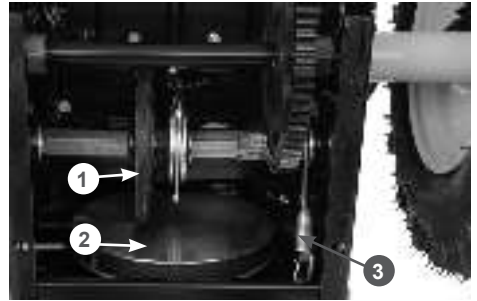

Рис. 11 Регулировка троса включения хода
- нажмите рычаг включения хода. При полностью нажатом рычаге включения хода пружина 3 должна быть растянута на 0,5 - 1 см (Рис. 11).
- отпустите рычаг включения хода. Между резиновым фрикционным колесом 1 и ведущим диском 2 должен быть зазор не менее 1 мм (Рис. 11);